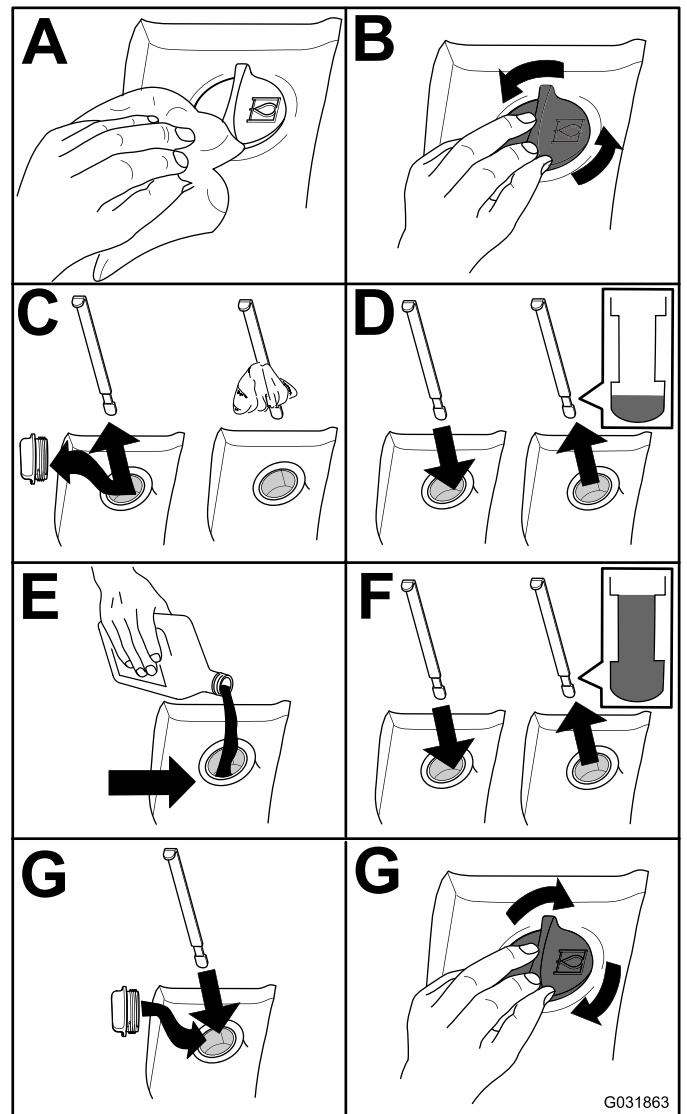

Figura 77
2. Compruebe el nivel de fluido hidráulico (Figura 77).